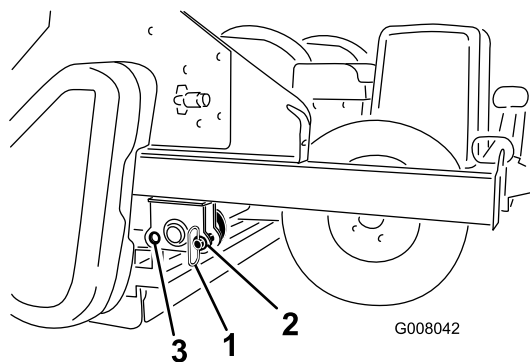

図 15
14. プロセッサを使う際には、格納保管用ピンを前穴から外して後穴に差し込んでください 図 15。